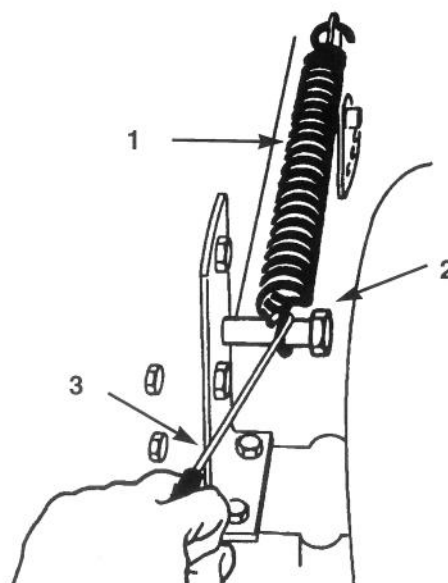

Bild 46
11. Die Schnitthöhenfeder in die Befestigungsschraube (Bild 46) einhaken, dabei das mitgelieferte Federwerkzeug benutzen.